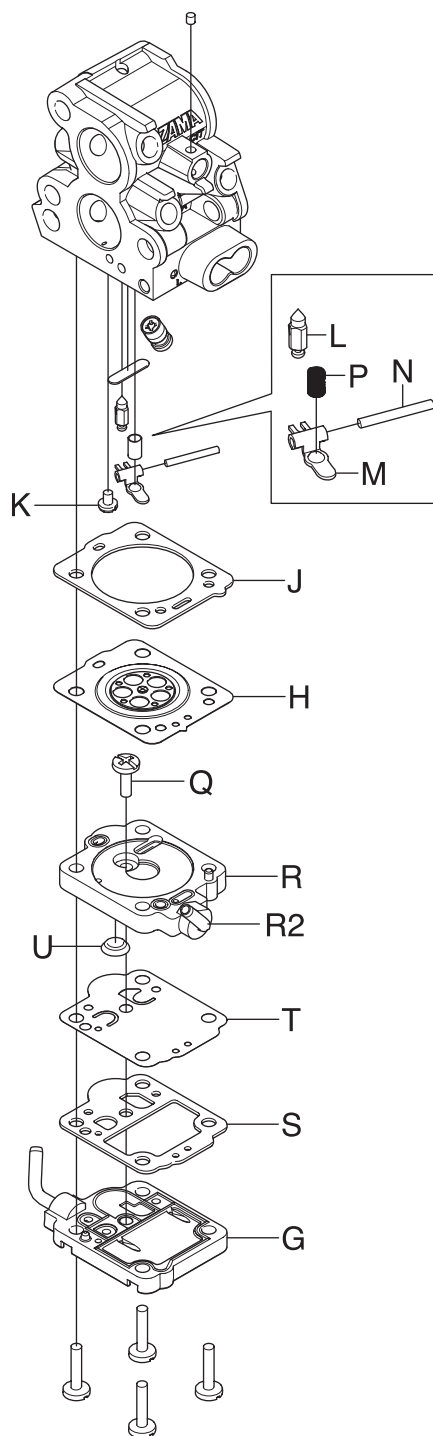

Figura 33
3. Que la válvula de aguja (L) y su palanca (M) no estén gastadas. (Ver la figura 33.)
4. Que el tamiz de combustible (U) esté en perfecto estado y limpio. (Ver la figura 33.)
6. Que el tubo de admisión (R2) esté intacto. (Ver la figura 33.)
2. Montar los tornillos de régimen alto (Y) y régimen (W) bajo con muelles. ¡Atención! No apretar los tornillos hasta el fondo. De hacerlo, se dañan los asientos y las puntas de agujas.
3. Montar el tamiz de combustible (U) usando el mango de un destornillador pequeño. (Ver la figura 33.)
4. Monte la cubierta de la bomba (G), la junta (S) y la cubierta de la cámara de medición (R) encima de la unidad de bombeo (véase la figura 33).